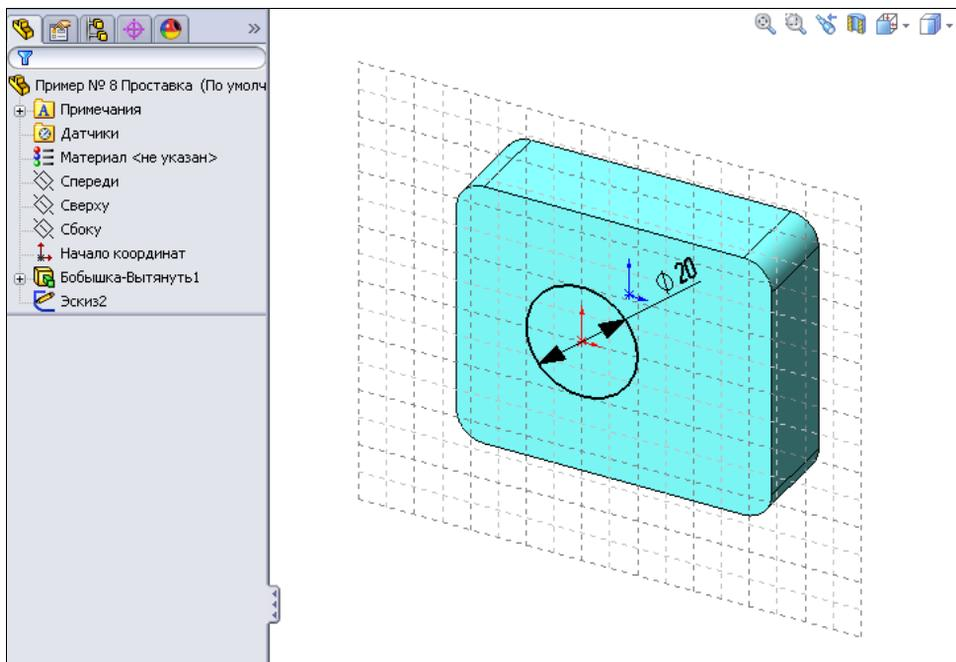

Рис. 2.85
- Оформим вырез по сечениям на параллельных плоских гранях основания проставки. Нарисуем первое сечение выреза: выберем грань проставки и нарисуем эскиз — окружность диаметром 20 мм (рис. 2.85).